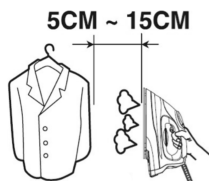

Fig. 8
Siga o processo de **Ferro a vapor**. Segure o ferro na posição vertical guardando uma distância da peça de roupa entre os 5 e os 15cm. Pressione o botão de vapor (6); será libertado vapor. Esta função é especialmente indicada para eliminar vincos de roupas penduradas e cortinas. Nunca liberte vapor directamente em pessoas. (fig.8)